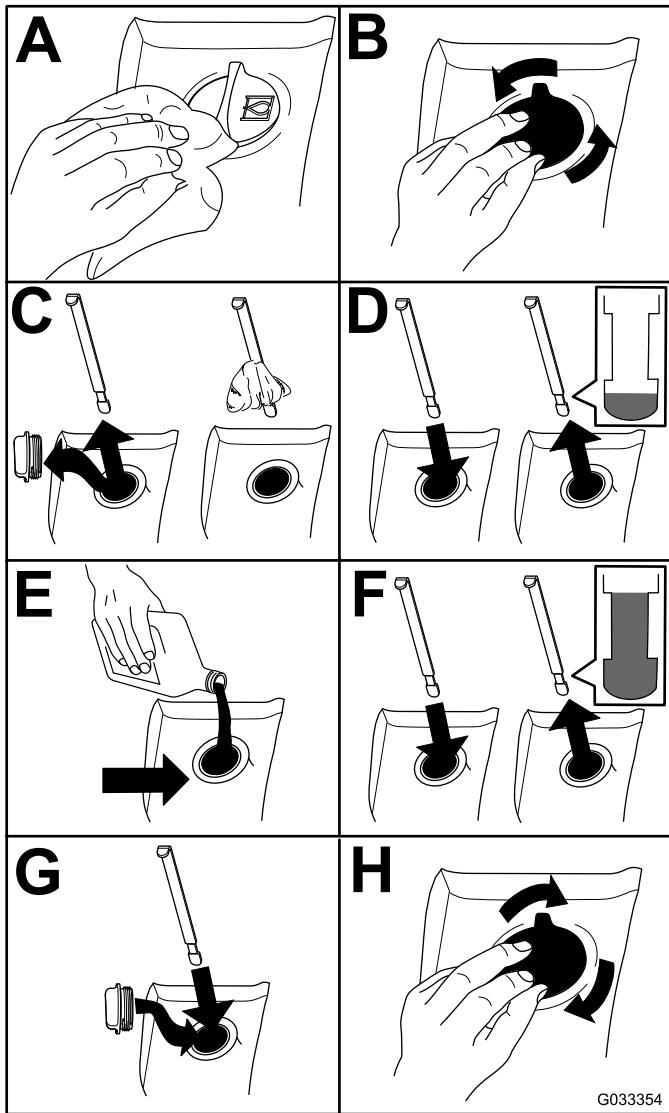

Figura 71
2. Controllare il livello del fluido idraulico (Figura 71).